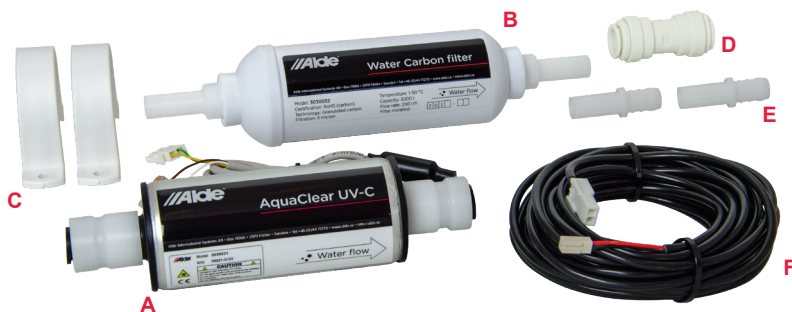
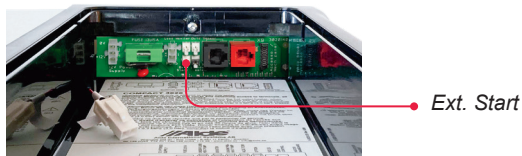

fig. 1, Alde AquaClear 3030033, complet
fig. 4
Alde AquaClear complet 3030033 (fig. 1), se compose de :
Connectez le câble de signal à la carte de circuit imprimé de la chaudière (voir fig. 4)
2. Assembler l'UV-C Alde AquaClear (fig. 1, A) avec le filtre Alde Water Carbon (fig. 1, B). Veuillez noter que l'UV-C Alde Aqua Clear doit être placé avant le filtre Alde Water Carbon dans le sens du flux. (Voir fig. 3)
5. Le connecteur au fil vert et jaune est connecté avec le câble d'extension fourni (fig. 1, F). Le câble est ensuite connecté à l'Ext. L'interrupteur de démarrage (fig. 4) indique si le filtre est actif sur le panneau de commande pendant le débit d'eau de la pompe à eau.